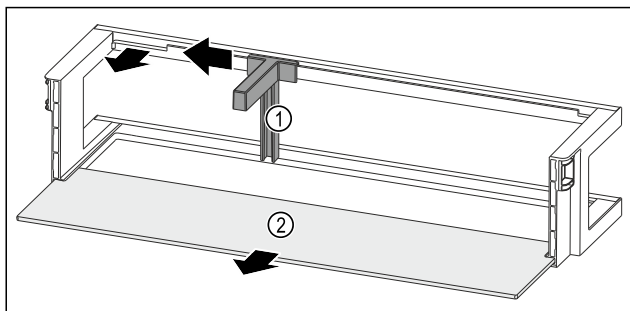

Fig. 49 Dveřní přihrádka s držákem lahví a odkládací plochou
- Držák lahví Fig. 49 (1) posuňte na stranu až k vybrání.
- Držák lahví Fig. 49 (1) odeberte.
- Odkládací plochu Fig. 49 (2) odeberte.